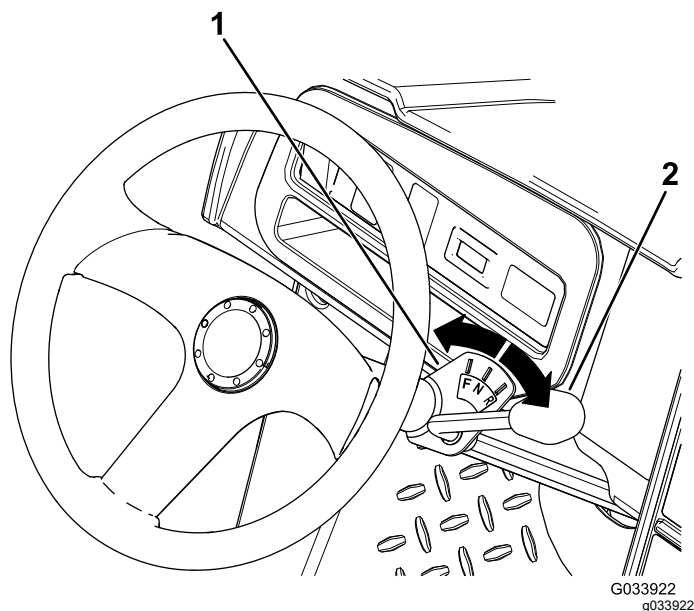

Рисунок 9
У рычага переключения передач есть три положения по индикатору переключения передач: Передний ход (F), Задний ход (R) и Нейтраль (N) (Рисунок 9).
Из НЕЙТРАЛЬНОГО (N) положения рычаг переключения передач можно переместить влево в положение ПЕРЕДНЕГО ХОДА (F) или вправо в положение ЗАДНЕГО ХОДА (R) (Рисунок 9).